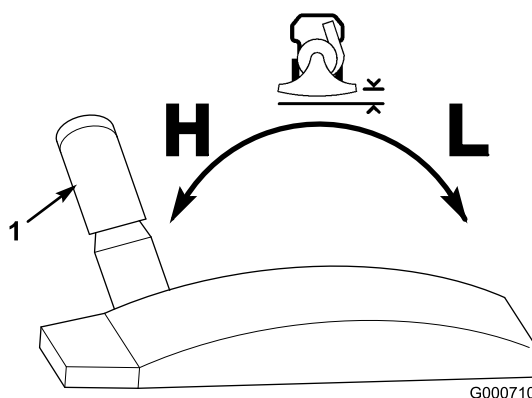

Figura 17
3. Mueva el control de ajuste de altura hacia adelante para bajar el conjunto de entrada de aire; muévelo hacia atrás para elevar el conjunto (Figura 17).